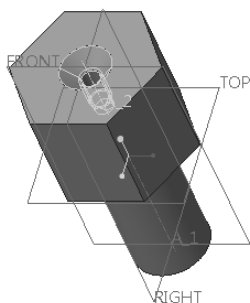

图 6-28 创建标准孔
8) 在“孔”选项卡中单击（完成）按钮，创建的标准螺纹孔如图 6-28 所示。